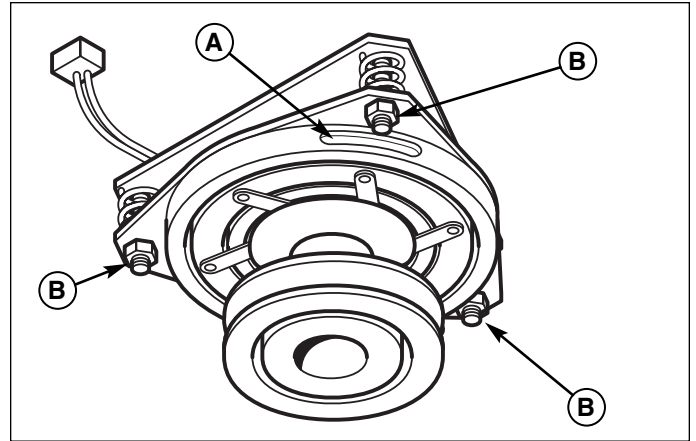

Figure 29. Réglage de l'embrayage de la PDF
2. Noter la position des 3 orifices de réglage (A, Figure 29) situés sur le côté de la plaque de freins et les écrous de réglage à filetage autofreinant (B).